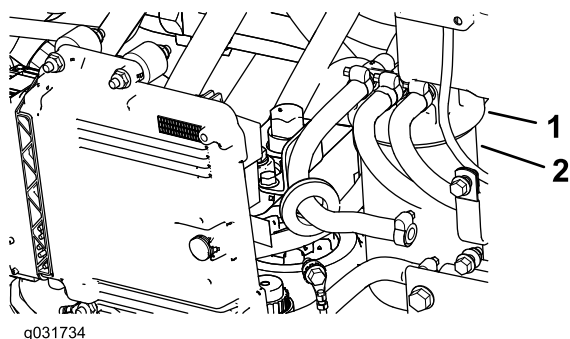

図 99
1. 燃料フィルタのヘッドの周囲をきれいに拭く 図 99。
2. フィルタを外してフィルタヘッドの取り付け部をきれいに拭く 図 99。